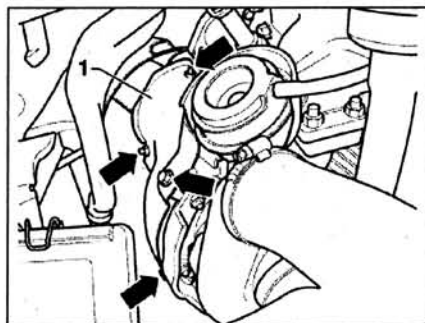

Рис. 2.139. Открутите болты (стрелки) и снимите теплозащитный кожух 1.
2. Открутите болты (стрелки) и снимите теплозащитный кожух 1 (рис. 2.139).